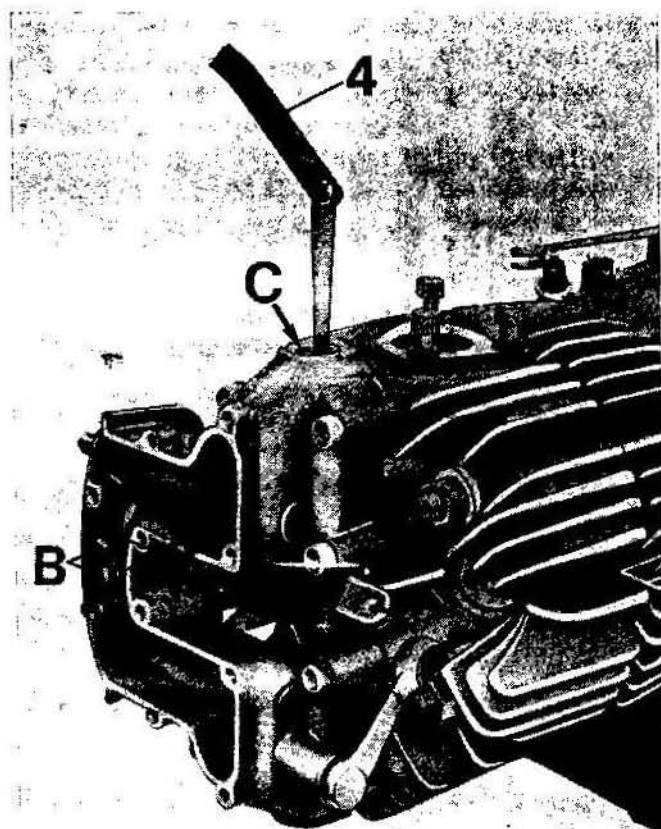
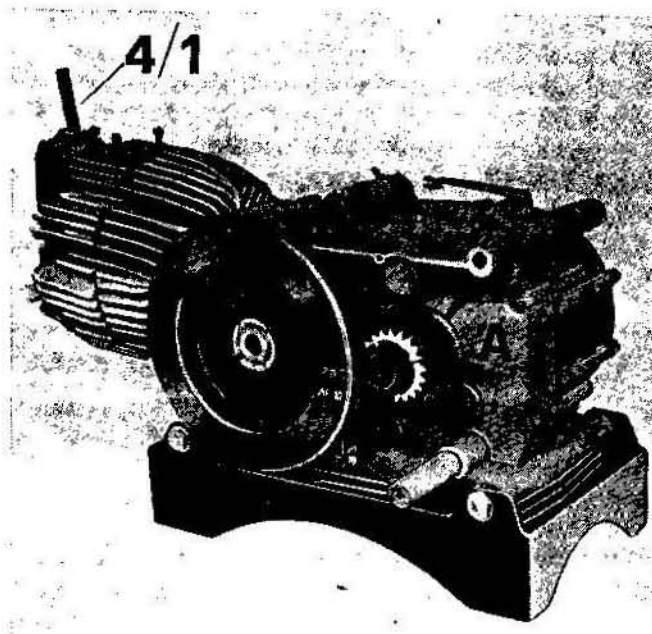

Fig. 61
Fig. 63
REGOLAZIONE GIUOCO TRA BILANCIERI E VALVOLE (vedere fig. 61)
Il controllo del giuoco va effettuato usando apposito spessimetro n° 12909090 (4 di fig. 61) che attraverso il foro (C) deve essere inserito tra la valvola ed il bilanciere.
(Vedere fig. 61 - 63 - 113/1)
(a fine fase di compressione, con valvole chiuse) si trovi in corrispondenza al foro di centraggio (A di fig. 63) sul manicotto dentato;
- svitare la vite di registro (B di fig. 61) dopo aver allentato il dado (A di fig. 61) sul bilanciante aspirazione, infilare uno spessimetro di mm. 2 (4/1 di fig. 63) tra lo stelo della valvola ed il bilanciante. Il giuoco esatto si ha quando agendo sulla vite di registro (B di fig. 61) lo spessimetro comincia ad indurirsi leggermente;
- ruotare di nuovo il volano in senso orario (350°) fino a che il segno « AF 10 » stampato sul volano stesso coincida con il foro di centraggio (A di fig. 63).
- svitare la vite di registro (B di fig. 61) dopo aver allentato il dado (A di fig. 61) sul bilanciante aspirazione, infilare lo spessimetro di mm. 2 (4/1 di fig. 63) tra lo stelo della valvola e il bilanciante.
Il giuoco esatto si ha quando agendo sulla vite di registro (B di fig. 61) lo spessimetro incomincia ad indurirsi leggermente;
Per determinare esattamente il punto in cui avviene l'inizio apertura della valvola di aspirazione, occorrerà ruotare il volano con delicatezza fino a sentirne l'indurimento dello stesso. A questo punto controllare che i segni « AF10 » sul volano e il foro di centraggio « A » di fig. 63 sul manicotto dentato o la freccia (A) dell'attrezzo n° 32 di fig. 113/1 coincidano.